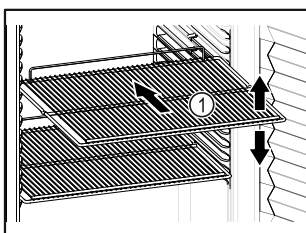

Fig. 57 Voorbeeld
- ❑ Indien de legroosters Fig. 57 (1) verplaatsbaar zijn, deze aan de hoogte aanpassen.